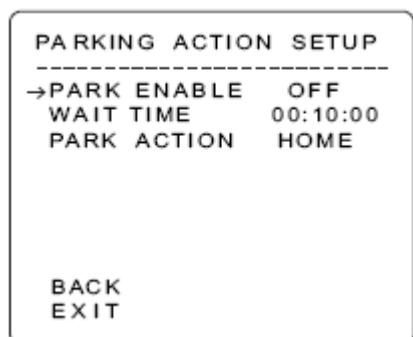

Рис. 6.5.2-1
- Parking action setup: перевод камеры в заранее заданную позицию или активация действия по истечению определенного времени (от 1мин до 4 часов). См. рис. 6.5.2-1. Для активации данной функции необходимо в подменю Park enable выставить значение ON, далее задать временной промежуток в подменю Wait time и действие в подменю Park action.
- Alarm input setup: настройка действия при активации тревожного входа (См. рис. 6.5.2-2).